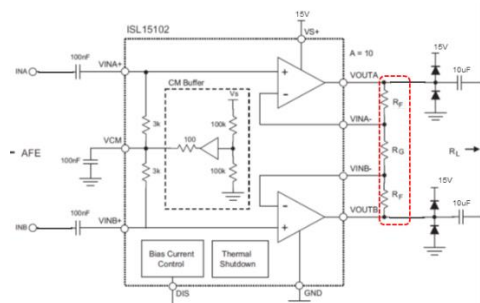

### Figure 3-1 AFE 周辺回路の接続例
- ・ AFE 周辺回路の接続例を Figure 3-1 に示します。